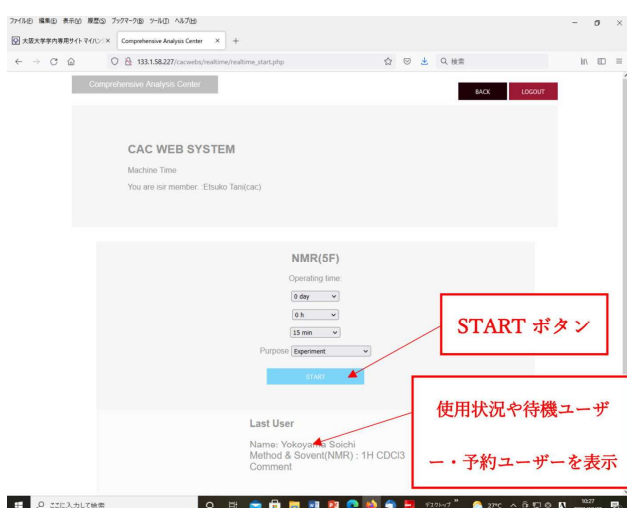

図6
- ②使用時間など選択し、測定開始時には「Start」ボタンをクリックします（図6）。